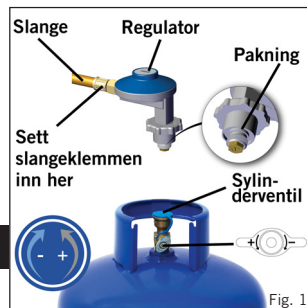

Fig. 1
- Når du skal skifte en gassbeholder, lukker du sylinderventilen og deretter apparatventilen (se fig. 1 og 2). Idet det sikres at flammene er slukket, skrues regulatoren av. Sett så på en full gassbeholder igjen og følg de samme forsiktighetsreglene som er oppgitt ovenfor.